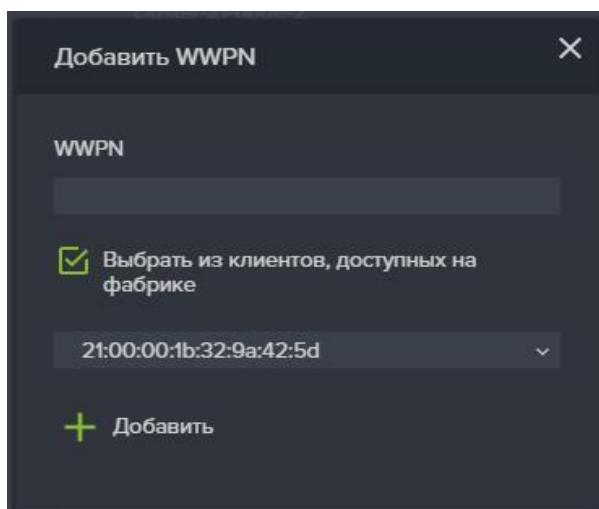

Рисунок 114. Добавление WWN клиенту
7. Введите WWPN вручную в поле WWPN, или выберите из выпадающего списка нужные WWPN для чего отметьте флагок «Выбрать из клиентов, доступных на фабрике» (см. Рисунок 114)